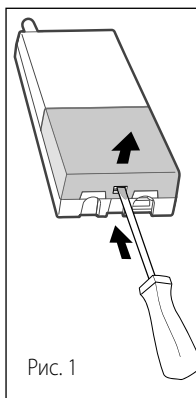

Рис. 1
- Откройте крышку, слегка надавив на защелку, расположенную в нижней части ретранслятора (Рис. 1).